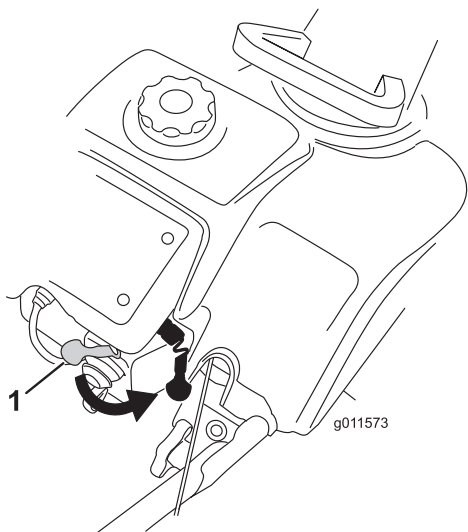
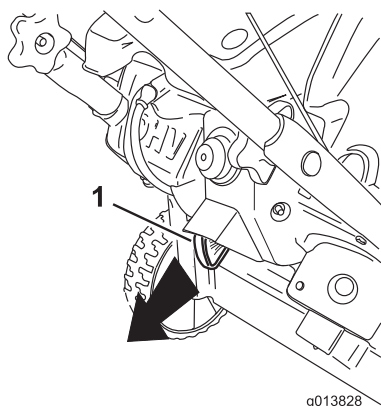

Figure 16
Figure 22
- 2. Déplacez la commande de starter complètement vers la droite (Figure 16).
Pour arrêter le moteur, tirez la clé de contact à la position ARRÊT (Figure 22) ou déplacez la commande de starter complètement vers la droite (Figure 16).